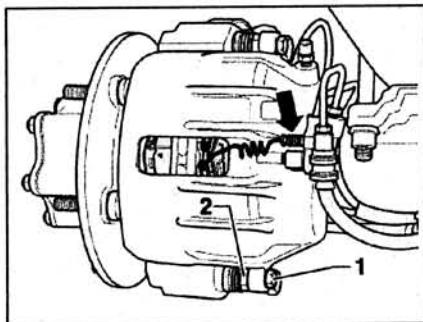

Рис. 7.24. Установите тормозной суппорт и затяните болты 1 моментом 35 Нм, удерживая направляющую 2 пальца.
8. Установите тормозной суппорт и затяните болты 1 моментом 35 Нм, удерживая направляющую 2 пальца (рис. 7.24).